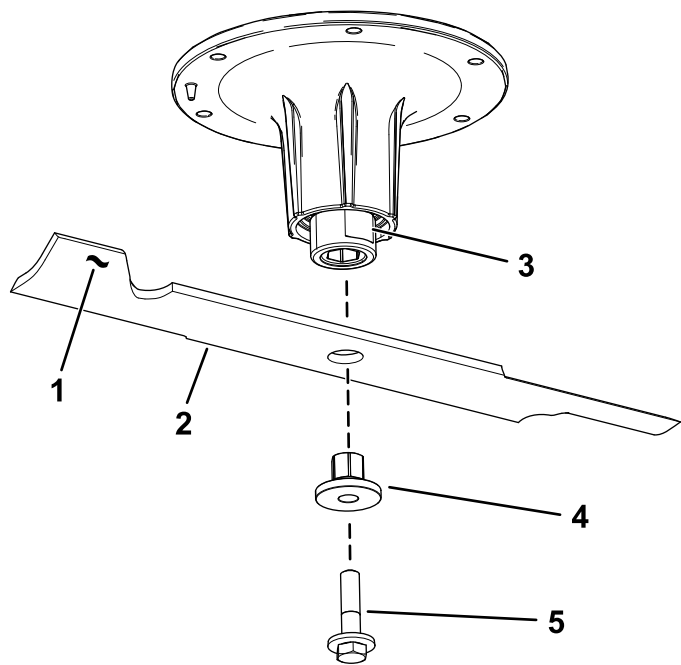

Figura 106
2. Retire el perno de la cuchilla, el casquillo y la cuchilla del eje (Figura 106).